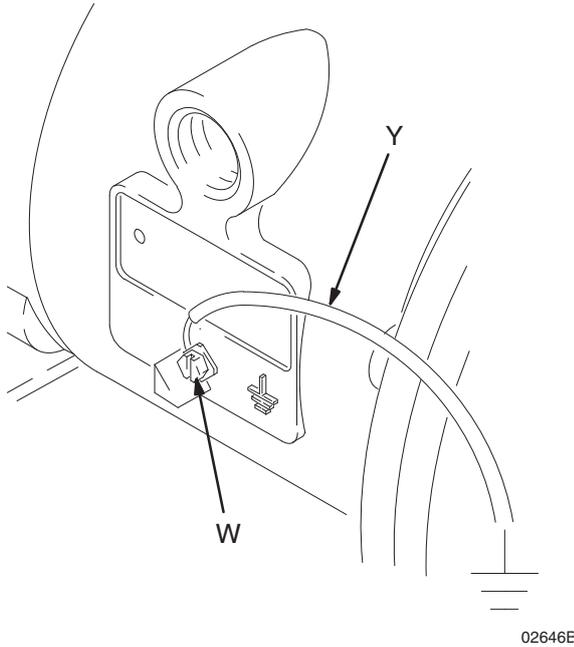

FIG. 1
- **Bomba:** Ligue um fio de terra e fixe-o como mostrado na FIG. 1. Afrouxe o parafuso de ligação à terra (W). Insira uma extremidade de um fio de ligação à terra (Y) de 12 ga. (1,5 mm²) no mínimo, atrás do parafuso de ligação à terra e aperte o parafuso firmemente. Ligue a outra extremidade do fio de ligação à terra a